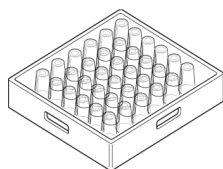

Fig.35
- 2- Placer les tasses et les verres retournés vers le bas. (Fig.35)